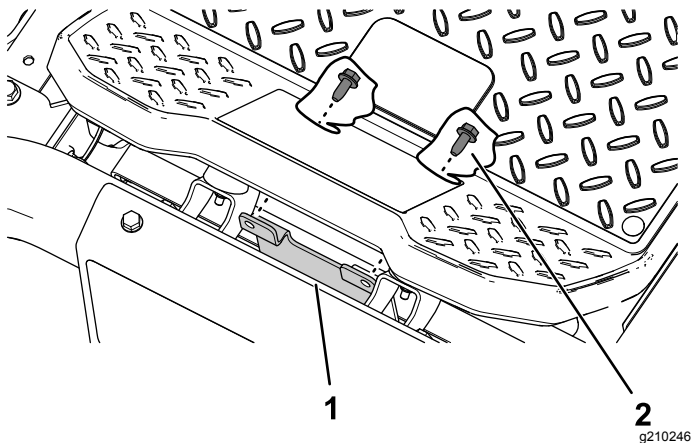

Bild 2
2. Wenn Sie eine Maschine mit einer **MyRide™ Plattform** haben, montieren Sie die vordere Lampenhalterung mit den zwei vorher entfernten Gewindeschrauben (5/16" x 3/4"), wie in **Bild 2** abgebildet.